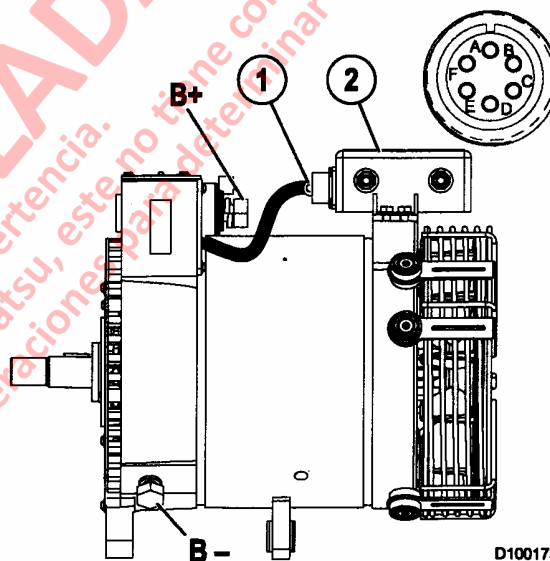

FIGURA 10-9. CONEXION DEL CABLE PUENTE DEL CONECTOR DEL ARNES DE CABLEADO
1. Desconecte el conector del arnés de cableado del alternador al regulador (1, Figura 10-9).